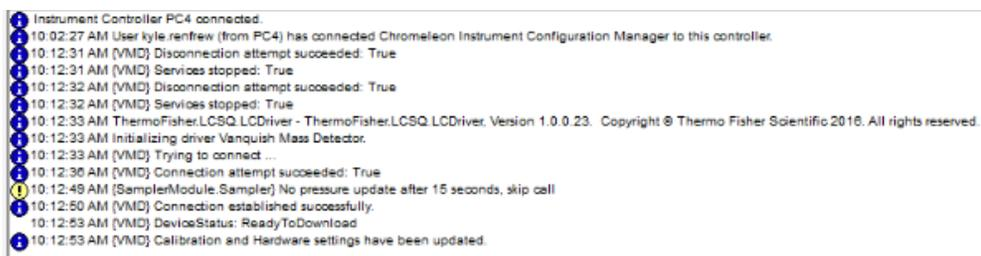

Figure 74 : Informations de l'historique du spectromètre de masse
- 30) Sélectionnez le bouton **OK**. Chromeleon essaiera d'établir une première communication avec l'instrument de MS. Si l'essai est réussi, plusieurs entrées s'afficheront dans la fenêtre de l'historique de configuration de l'instrument, comme illustré à la Figure 74.